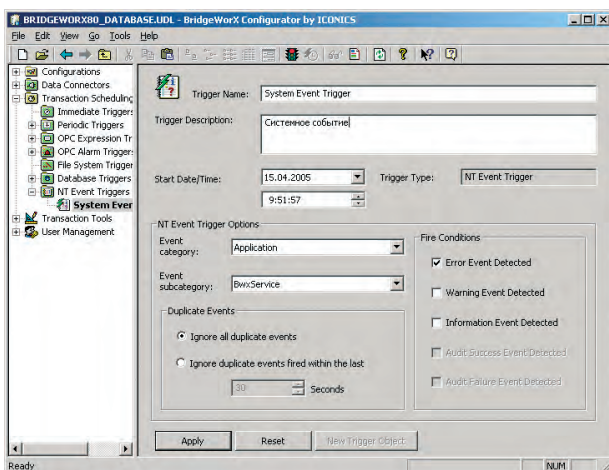

Рис. 5. Триггер по событию NT
- по системному событию NT (рис. 5);